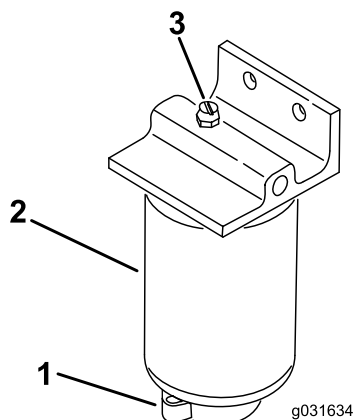

图 52
2. 松开滤清器底部的排油阀 图 52。
1. 清洁滤清器的安装区域 图 52。